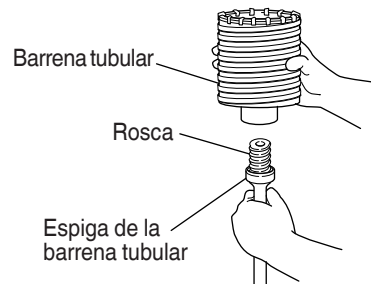

Fig. 18
- (1) Montar la barrena tubular en su espiga. (Fig. 18)